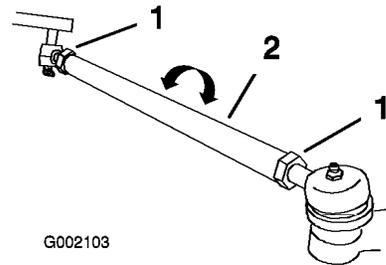

Figura 12
2. Se os resultados da medição não estiverem dentro dos valores estabelecidos (consulte as dimensões e os parâmetros no início deste procedimento), desaperte as porcas em ambas as extremidades das barras (Figura 12).